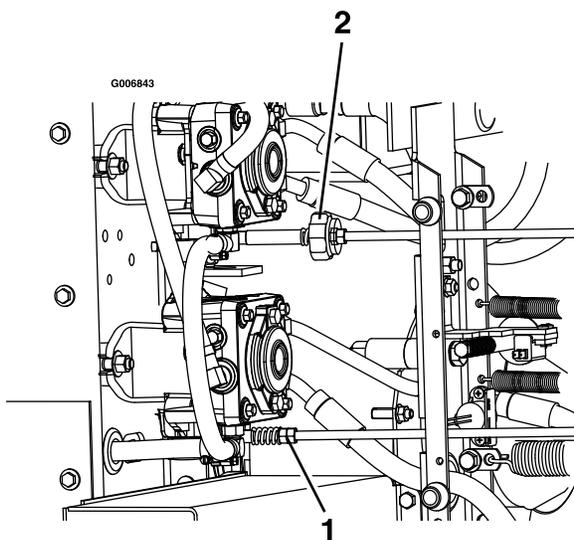

Figura 65
9. Para obter a posição de PONTO MORTO, ajuste as ligações esquerda e direita da barra de controlo da bomba que ligam o controlo de direção aos braços de controlo da bomba até que as rodas parem ou deslizem ligeiramente para trás (Figura 65).
11. Ajuste a ligação direita da bomba utilizando uma chave para rodar as porcas duplas no conjunto (Figura 65).